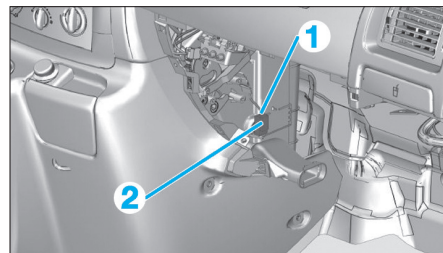

Fig. 43
- Déconnecter le connecteur (1) (Fig.43).
- Dégraffer et déposer la sonde de température évaporateur (2).